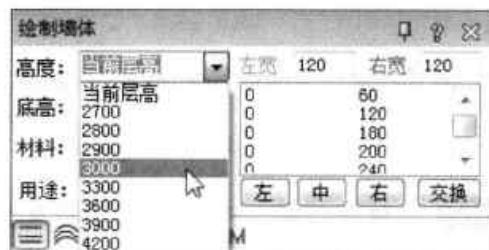

图16-48 设置墙体高度值
**Step 02** 在该对话框中，单击“高度”下拉按钮，选择所需墙体高度值，这里选择“3000”，如图 16-48 所示。